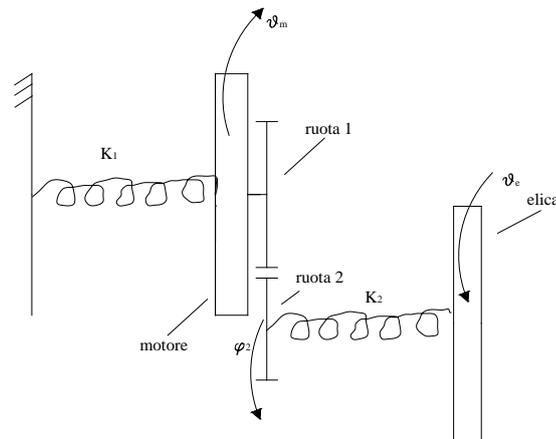

Figura 4. Modello a 2 g.d.l..
Una volta eliminato il volano, il sistema a 3 g.d.l. si modifica in uno a 2 g.d.l.(Figura 4). Le matrici $[J]$ e $[K]$ sono ottenibili dalle espressioni (2) eliminando la riga e la colonna relativa alla coordinata del volano: